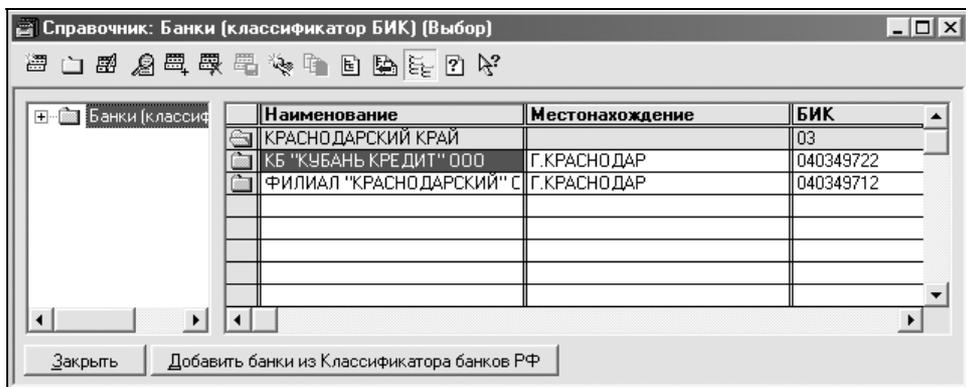

Рис. 1.21. Заполненное окно Справочник: Банки
5. После добавления необходимых банков программа возвращается обратно к справочнику **Банки** (рис. 1.21).